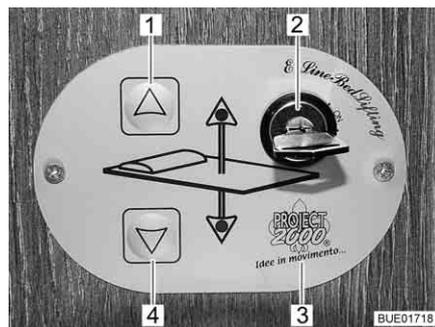

Fig. 107 Elemento di regolazione
È possibile abbassare o alzare il letto basculante tramite i tasti (Fig. 107,1 e 4) presenti sull'elemento di regolazione (Fig. 107,3). L'elemento di regolazione viene bloccato tramite l'interruttore a chiave (Fig. 107,2) per evitarne l'utilizzo accidentale.
- Girare la chiave nell'interruttore a chiave (Fig. 107,2). L'elemento di regolazione (Fig. 107,3) è attivato.
- Premere il tasto freccia (Fig. 107,4) e tenerlo premuto fino a quando il letto basculante raggiunge la posizione desiderata in basso.
- Premere il tasto freccia (Fig. 107,1) e tenerlo premuto fino a quando il letto basculante raggiunge la posizione finale in alto.